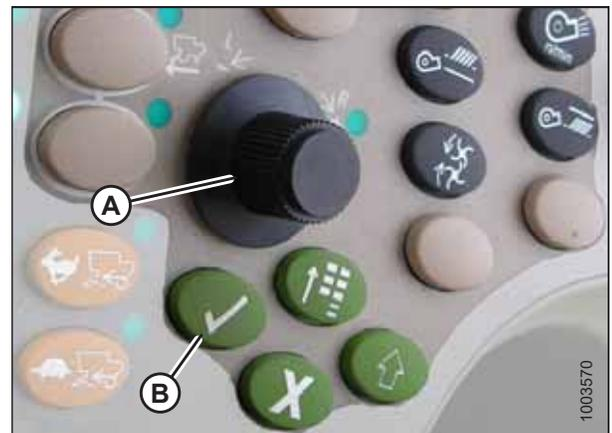

Figura 3.414: Console de controle da colheitadeira John Deere
7. Selecione PLATAFORMA na caixa (A) rolando para baixo na caixa usando o botão de rolagem e, em seguida, pressione o botão da marca de seleção (manopla e botão são exibidos na Figura 3.414, página 247).
8. Navegue para baixo até o ícone inferior direito que se assemelha a uma seta em um diamante (B) e pressione o botão de marca de seleção para selecioná-lo.